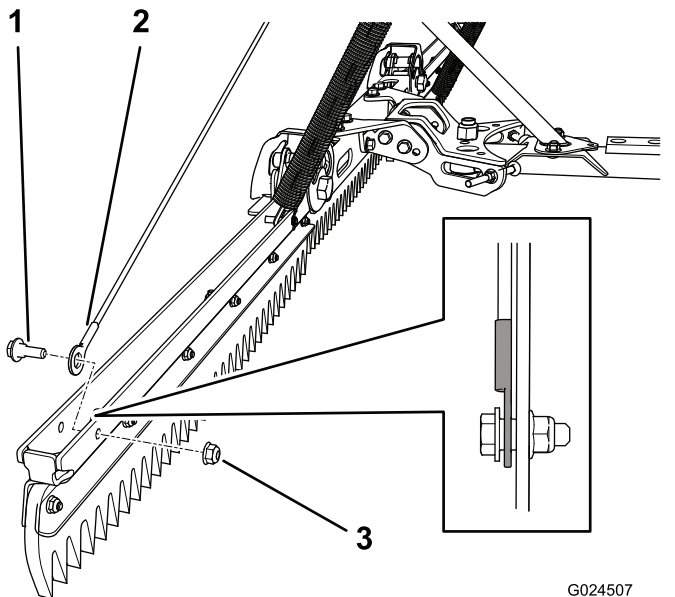

Bild 9
1. Fluchten Sie das Ende jedes Kabels mit einem Loch am Ende des Rechens aus (Bild 9).
Hinweis: Stellen Sie sicher, dass die Enden der Kabel so positioniert sind, wie in Bild 9 abgebildet, um das Risiko eines Verklemmens zu verringern.